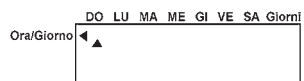

fig.13
- A questo punto sulla parte alta del display apparirà un triangolo che indica il giorno (fig. 13).